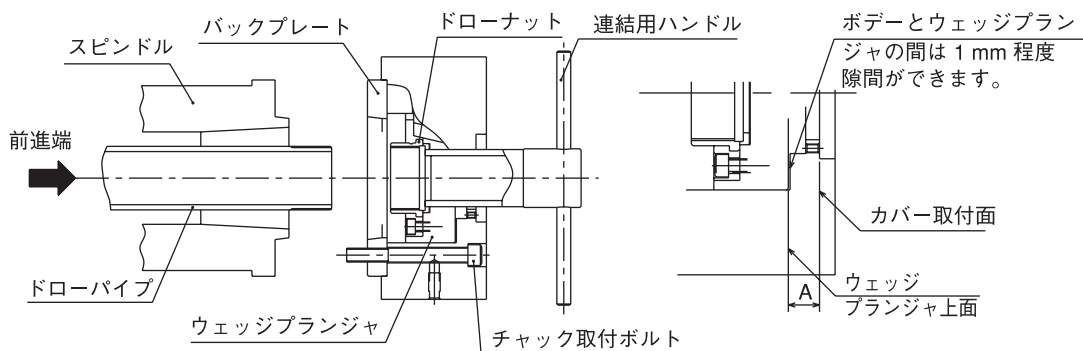

図 20
- ・シリンダ前進端でのウェッジプランジャの適正位置は、図 20 の寸法 A が下表となる位置です。